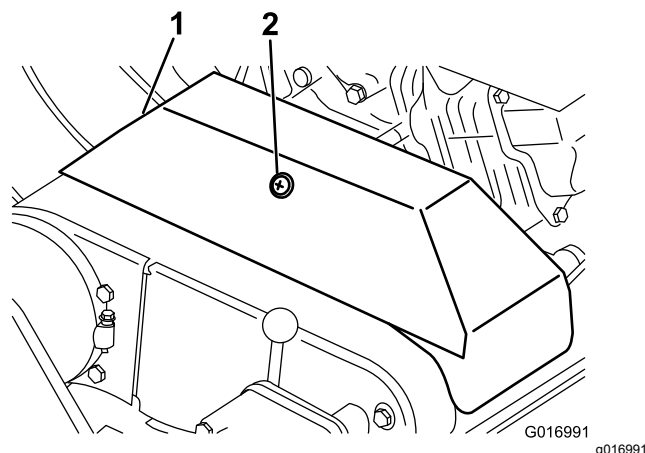

Figure 34
3. Desserrez la fixation du couvercle de la courroie trapézoïdale et ouvrez le couvercle (Figure 34).